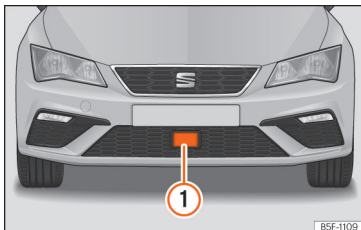

Abb. 275 Am vorderen Stoßfänger: Radarsensor.
Bei angehaltenem Fahrzeug den Motor ausschalten und wieder starten. Führen Sie eine Sichtprüfung des Radarsensors durch » Abb. 275. Wenn sie weiterhin nicht verfügbar ist, suchen Sie bitte eine Fachwerkstatt auf, damit diese das System überprüft.
Im vorderen Stoßfänger ist ein Radarsensor eingebaut » Abb. 275 ①.
- Diese Anzeige zeigt an, ob die Sicht des Radarsensors aufgrund von starkem Nebel oder Schmutz beeinträchtigt ist. Reinigen Sie den Sensor »» **Abb. 275**.